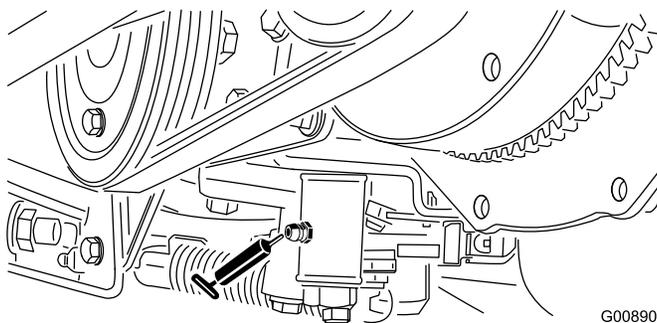

Figure 37
- Mécanisme de réglage du point mort (Figure 37)